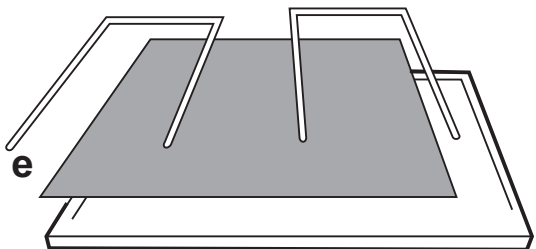

Fig. 3
3. Fjern fedtfiltrets blokeringsmekanisme. **Fig. 3 (e).**